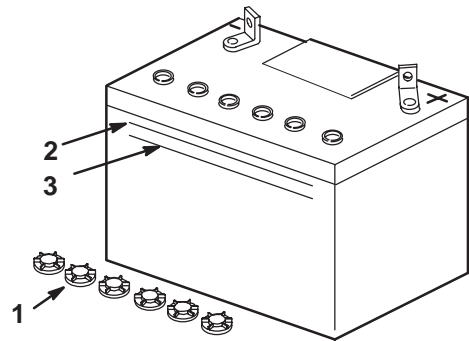

Figure 6
3. Enlevez les bouchons d'aération de la batterie (Fig. 6).
4. Versez lentement de l'électrolyte dans chaque élément jusqu'au trait supérieur sur le côté de la batterie (Fig. 6).
5. Attendez cinq à dix minutes après avoir rempli les éléments. Ajoutez de l'électrolyte au besoin, pour amener le niveau au repère supérieur sur le côté de la batterie (Fig. 6).